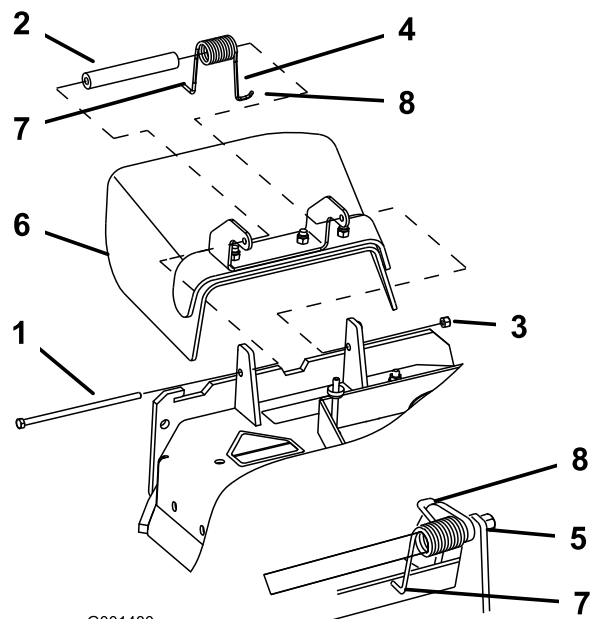

Figure 54
1. Retirez le contre-écrou, le boulon, le ressort et l'entretoise qui fixent le déflecteur aux supports de pivot (Figure 54). Enlevez le déflecteur s'il est endommagé ou usé.
Remarque: Prenez soin de placer l'extrémité en **L** du ressort derrière le bord du tablier avant de mettre le boulon en place, comme indiqué à la Figure 54.
3. Remettez le boulon et l'écrou. Accrochez l'extrémité en **J** du ressort au déflecteur d'herbe (Figure 54).